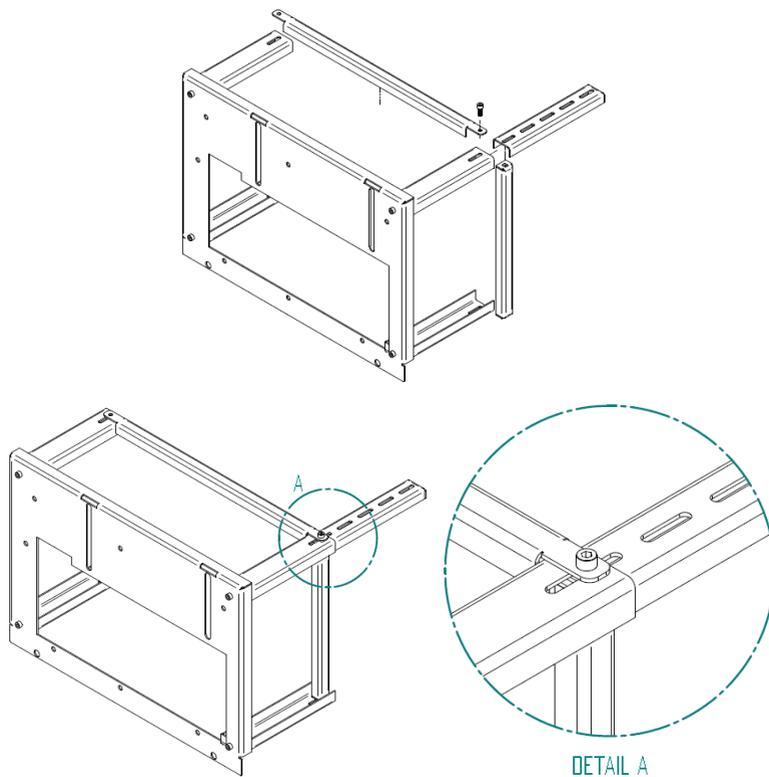

Figure 34 – Installation de la table-support
2. Mettre en place les traverses et le premier bras d'extension, comme sur la figure 34. Les bras d'extension possèdent 5 trous, permettant de régler la table à la hauteur désirée. Fixer l'ensemble avec des vis DIN912 M8X20mm. Bien serrer les vis.
Comme le montre la figure 34, l'insert voit son tuyau d'évacuation (avec \varnothing 80 mm) directement raccordé à la cheminée. Si la cheminée est trop grande, il est recommandé de tuber le conduit avec un tubage de diamètre intérieur minimal de 80 mm.